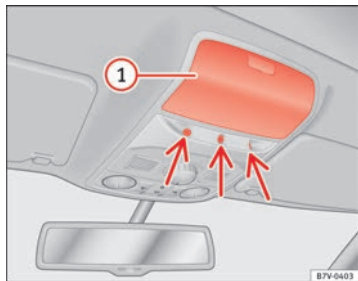

Fig. 49 Nella console del tettuccio: sensori dell'antifurto volumetrico.
Chiudere il vano portaoggetti ⇒ fig. 49 ① della console del tettuccio; in caso contrario non è garantita la funzione di antifurto volumetrico (freccia) senza restrizioni.